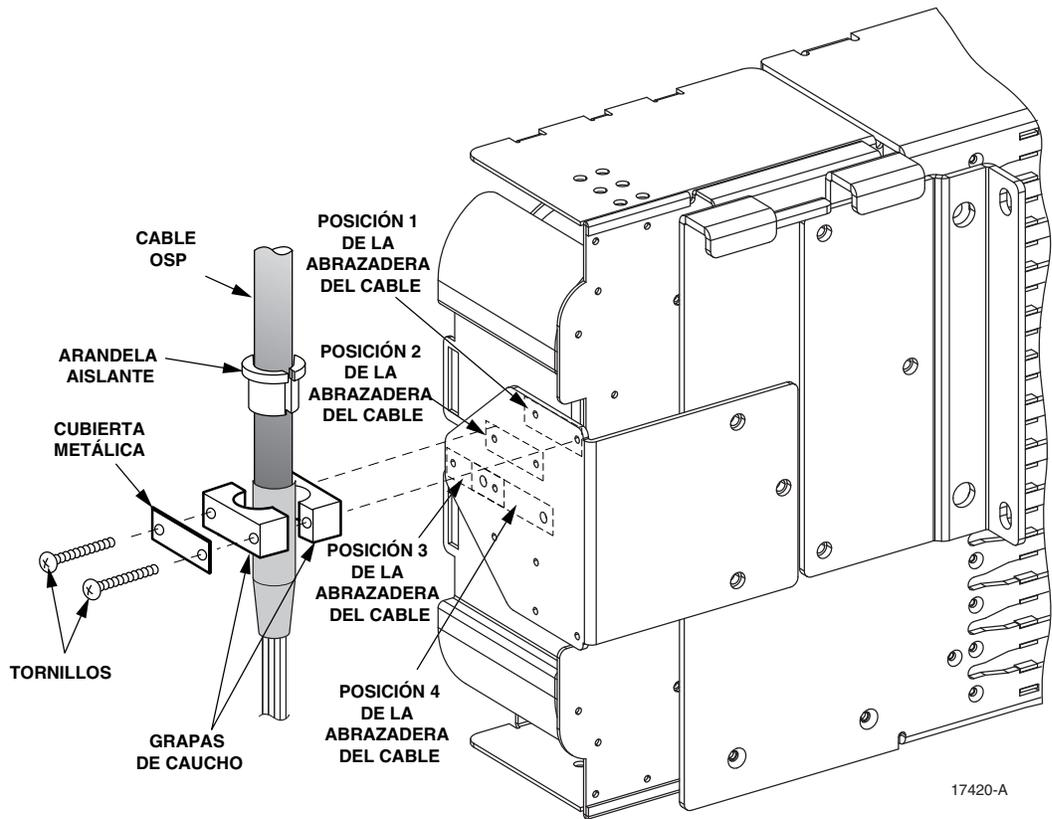
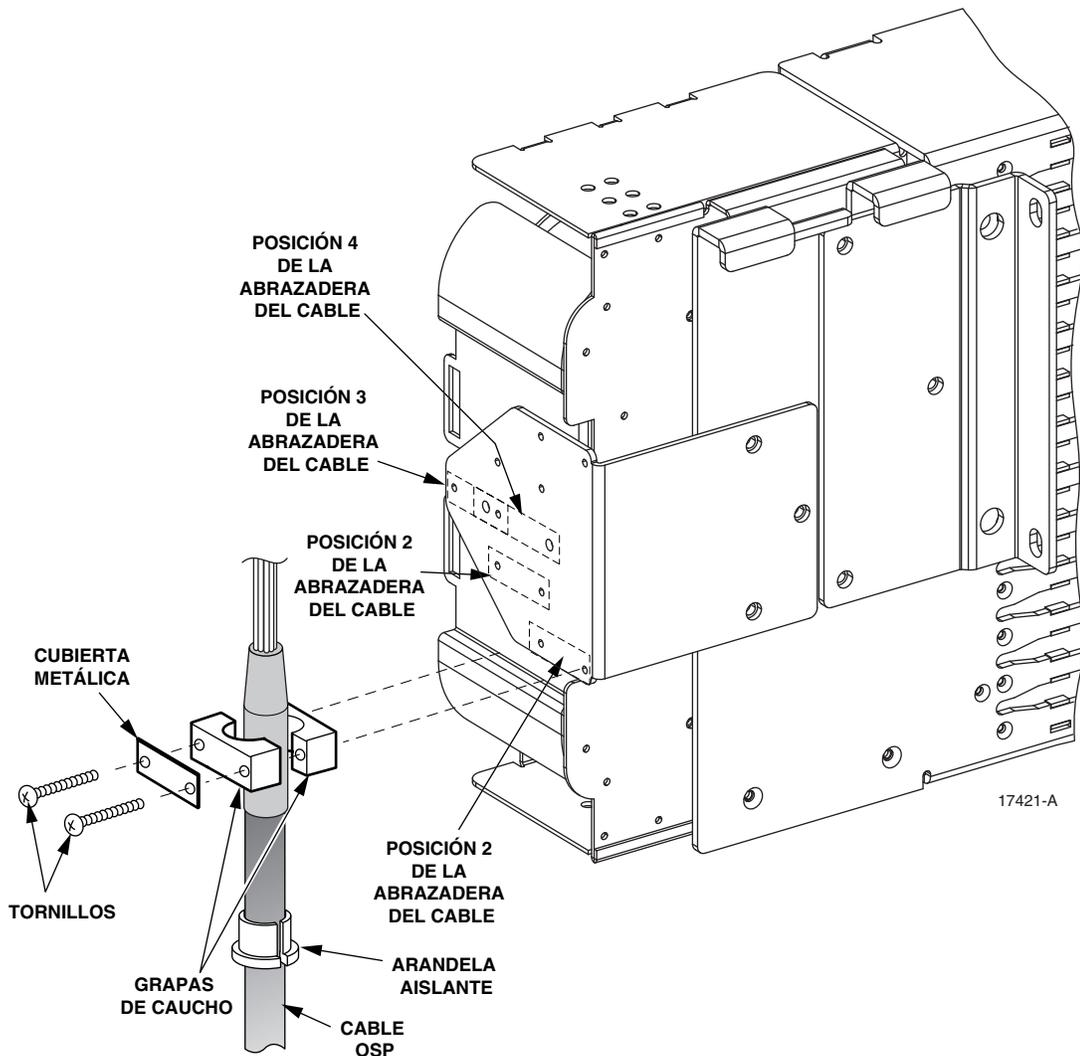

Figura 14. Instalación de la Abrazadera de los Cables IFC/OSP de Salida Superior
Figura 15. Instalación de la Abrazadera de los Cables IFC/OSP de Salida Inferior
Las abrazaderas del cable pueden instalarse en posición de salida hacia arriba o hacia abajo (como se muestra en Figura 14 y la Figura 15, respectivamente).
1. Busque la posición de montaje de la abrazadera de cables en el lado posterior del BTF. Observe que se proveen cuatro posiciones de sujeción para las posiciones de salida hacia arriba o hacia abajo (como se muestra en la Figura 14 y la Figura 15, respectivamente).
5. Coloque las grapas de abrazadera de caucho y la arandela aislante seleccionadas en el paso 4 alrededor del cable y luego fije el cable al BTF (ver la Figura 14 y la Figura 15).